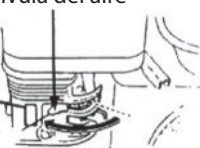

fig. 14
- Coloque la palanca de la válvula del aire en posición "CERRADO" (Fig. 14).